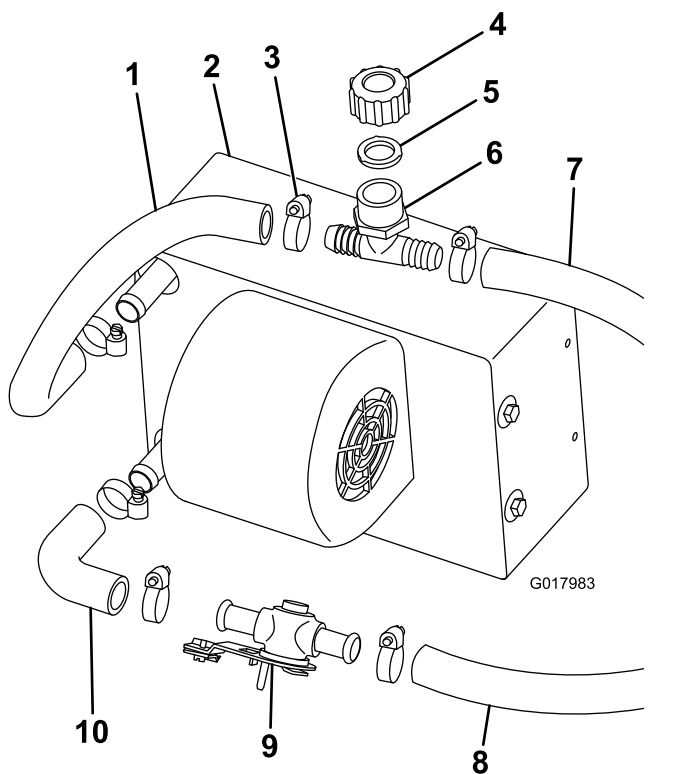

Figura 19
1. Conecte el codo al acoplamiento inferior del calentador con una abrazadera (Figura 19).
- Conecte la válvula del calentador al codo con una abrazadera (Figura 19).
- Corte un trozo de manguera (5/8") de 36 cm de largo y sujételo al acoplamiento superior del calentador con una abrazadera (Figura 19).
- Conecte el acoplamiento en T de llenado blanco, la junta y el tapón a la manguera superior del calentador con una abrazadera (Figura 19).